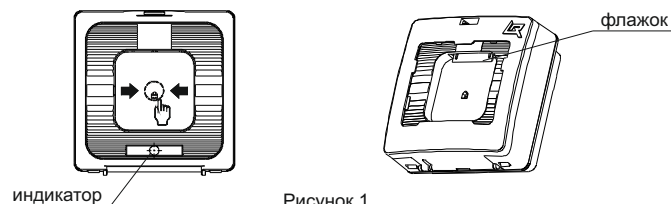

Рисунок 1
- б) нажатие на приводной элемент (кнопку) (Рисунок 1, раздел 6).
5.1 УДП представляет собой адресное устройство, формирующее сообщение о событии при нажатии на кнопку. Выпадающий цветной флажок является визуальным подтверждением нажатого состояния кнопки УДП (Рисунок 1).